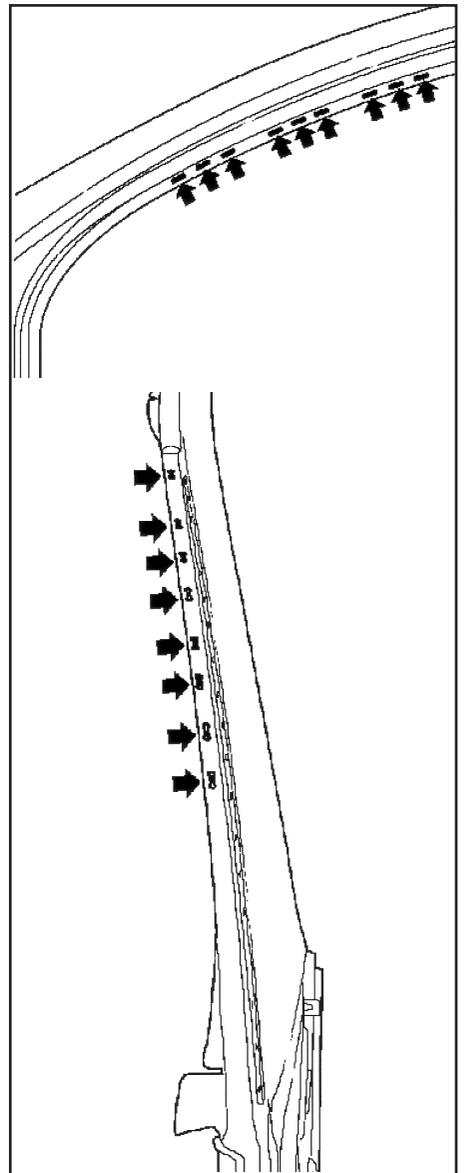

Fig.Car.44
b) sur la pièce neuve (trous oblongs de Ø 5,5 sur 20 mm) (Fig.Car.44).